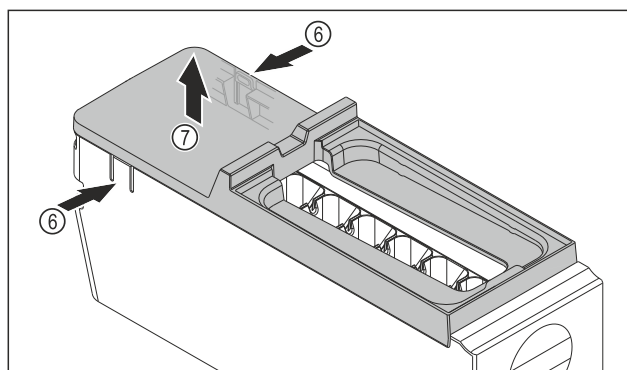

Fig. 193
- ▶ Abdeckung des EasyTwist-Ice-Korpus entnehmen: Laschen Fig. 193 (6) an den beiden Seiten des EasyTwist-Ice-Korpus mit einer Hand drücken.
- ▶ Abdeckung Fig. 193 (7) mit der anderen Hand nach oben entnehmen.